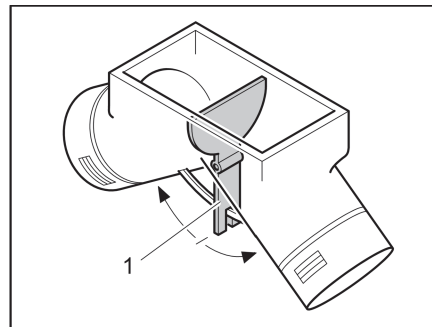

Fig. 105 Ventilador de circulación de aire, tapa de ajuste en posición central
En la posición central, el aire caliente se distribuye uniformemente sobre ambas salidas de aire caliente. La palanca de mando (Fig. 105,1) para la tapa de ajuste se ha incorporado bajo la tapa del suelo en el armario ropero.
- Accionar la palanca de mando (Fig. 105,1) en la dirección de la flecha hasta alcanzar la posición deseada.